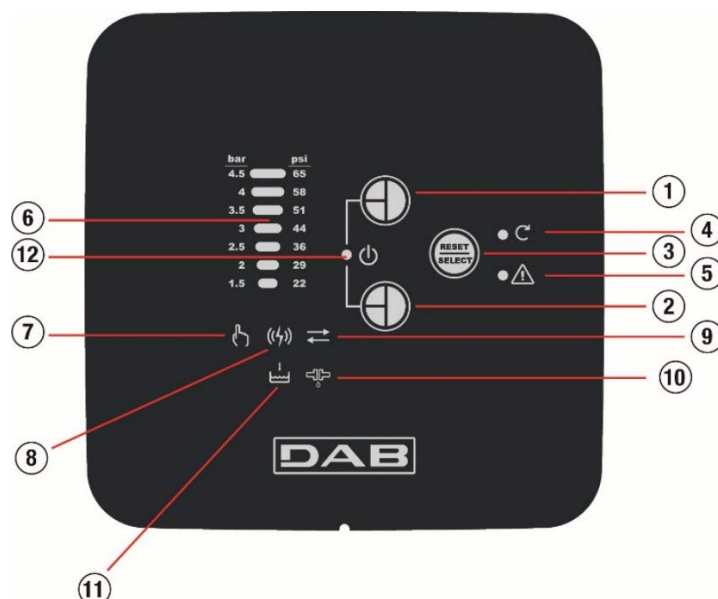

Abb. 16
Der Übergang von der Betriebsweise Monitor zur Betriebsweise SETUP wird ausgeführt, indem die Taste "-" (Abb. 16, 1) und "Reset/Select" (Abb. 16, 3) mindestens 3 Sekunden lang betätigt wird. Der Übergang von der Betriebsweise SETUP zur Betriebsweise Monitor wird ausgeführt, indem die Taste "-" (Abb. 16, 2) und "Reset/Select" (Abb. 16, 3) mindestens 3 Sekunden lang betätigt wird oder 1 Minute abgewartet wird, ohne jegliche Taste der Schnittstelle zu berühren. Nach dem Einschalten befindet sich die COM BOX standardmäßig in der Funktionsweise Monitor. Die Modalität SETUP wird durch das abwechselnde Blinken der LED STATUS MOTOR und ALARM angezeigt.
12.2.1. Motorzustand (Abb. 16, 4)
12.2.2. Lesen der Alarme (Abb. 16, 5)
12.2.3. Funktion MANUAL MODE (Abb. 16, 7)
12.2.4. Anschluss PLC (Abb. 16, 8)
Durch den gleichzeitigen Druck der Tasten „+“ und „-“ (Abb. 16, 1 - 2) und die Freigabe dieser erfolgt der Stopp des Motors der Pumpe, der nicht erneut startet, bevor ein neuer gleichzeitiger Druck der Tasten „+“ und „-“ erfolgt (Abb. 16, 1 – 2) und Freigabe dieser. Diese Untersagung hat auch Vorrang hinsichtlich einer eventuellen Einschaltung des Motors im der "MANUELLEN" Betriebsweise. Die Sperre der Pumpe endet, wenn DTRON3 und COM BOX nicht verbunden sind. Das Wiedereinschalten der DTRON3 oder die nicht erfolgte Verbindung zwischen COM BOX und DTRON3 hat keine Auswirkung auf die Einstellung der Untersagung.
Die Rückstellung der Alarme kann von Hand über die Taste „Reset/Select“ ausgeführt werden (Abb. 16, 3).
Mit der Taste „Reset/Select“ (Abb. 16, 3) kann man über die folgenden Einstellungen fortschreiten.
Mit dieser Funktion ist es möglich, den Wert des CUT-IN der Pumpe zu ändern. Dieser Wert ist mittels der Tasten „+“ und „-“ (Abb. 16, 1-2) erhöh- und senkbar und kann die Werte annehmen, die in der barometrischen Skala über Blinken dargestellt sind. Der aktuelle Wert des CUT-IN wird dagegen mit dem festen Aufleuchten der entsprechenden Led herausgestellt.
In dieser Einstellung wird mit der Taste „+“ (Abb. 16, 1) das Einschalten des Pumpenmotors hervorgerufen. Die Taste „-“ (Abb. 16, 2) stellt die normalen Funktionsbedingungen wieder her.
In dieser Einstellung geht die COM BOX durch 5 Sekunden langes Drücken der Taste „+“ (Abb. 16, 1) vorübergehend in den Verbindungszustand PLC über das Stromnetz.
Die 5 Sekunden lang gedrückte Taste „-“ (Abb. 16, 2) beseitigt die eventuelle Verbindung mit DTRON3.
In dieser Einstellung wird mit der Taste „+“ (Abb. 16, 1) die Funktion ANTICYCLING aktiviert, wie zuvor beschrieben. Die Taste „-“ (Abb. 16, 2) deaktiviert dagegen diese Funktion.